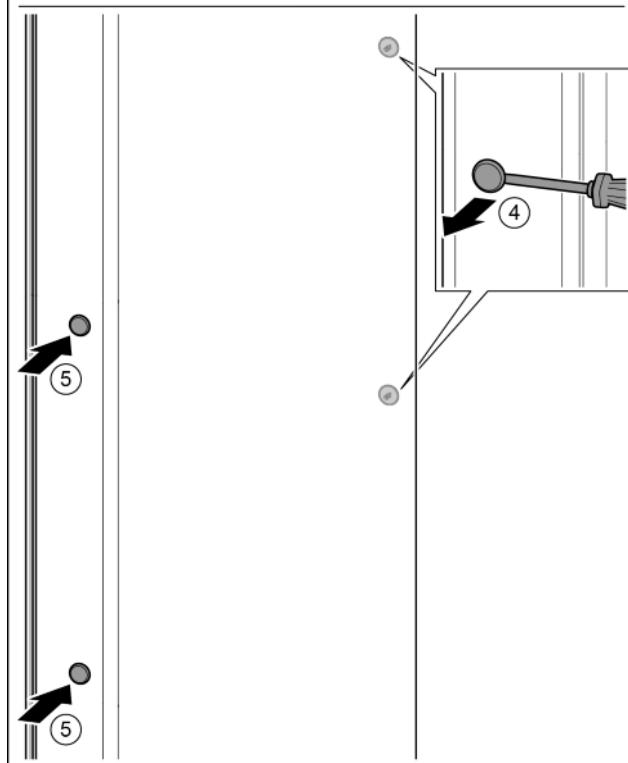

Fig. 16
- Снять крышку. *Fig. 16 (1)*
- Выкрутить винты отверткой T15. *Fig. 16 (2)*
- Снять ручку. *Fig. 16 (3)*
- Осторожно приподнять шлицевой отверткой боковые заглушки и вынуть их. *Fig. 16 (4)*
- Заглушки снова вставить с другой стороны. *Fig. 16 (5)*